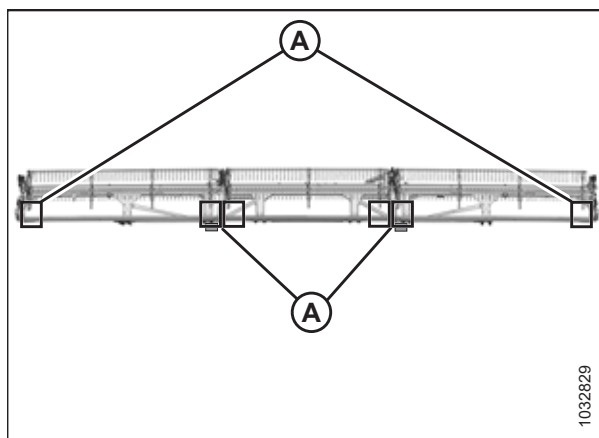

Figura 4.264: Locațiile de măsurare în cazul FlexDraper® – rabator triplu
- Hedere cu rabator triplu: Figura 4.264, pagina 738